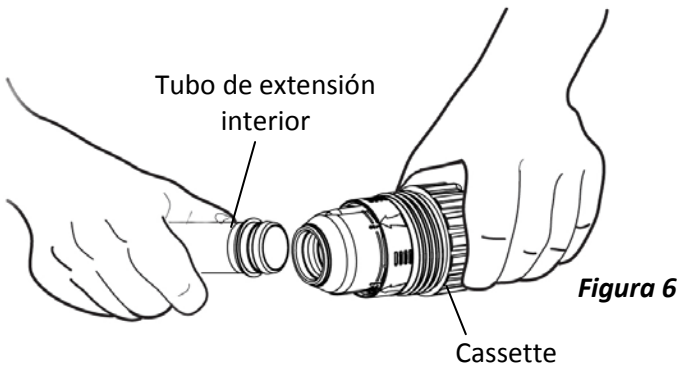

**Figura 4**
- Retire el cassette (Figura 4) del cuerpo del limpiafondos.